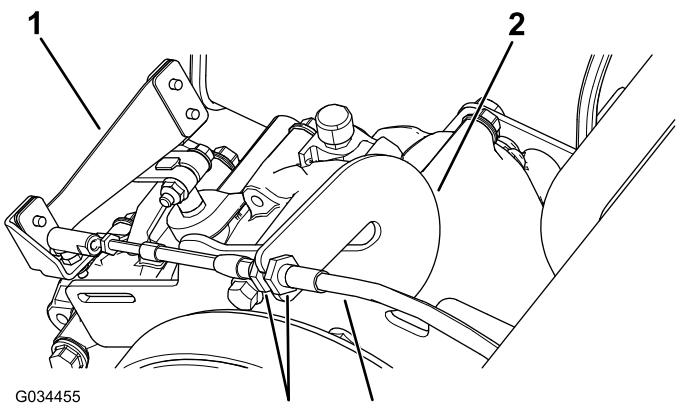

Figure 58
1. Desserrez les écrous de blocage sur le câble de sélection et ajustez-les selon les besoins (Figure 58).
2. Vérifiez la position de l'inverseur de marche en tournant le sélecteur aux 3 positions différentes et vérifiez que le levier (Figure 58) passe correctement à chaque position; voir Levier et indicateur d'inverseur de marche (page 11).